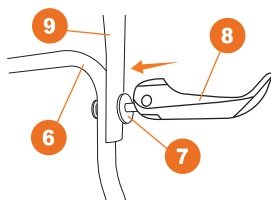

Рис. 5
- Соедините среднюю часть **6** и верхнюю части рукоятки **9** с помощью крепежных клипс, болтов и шайб **7 8** (рис. 5).